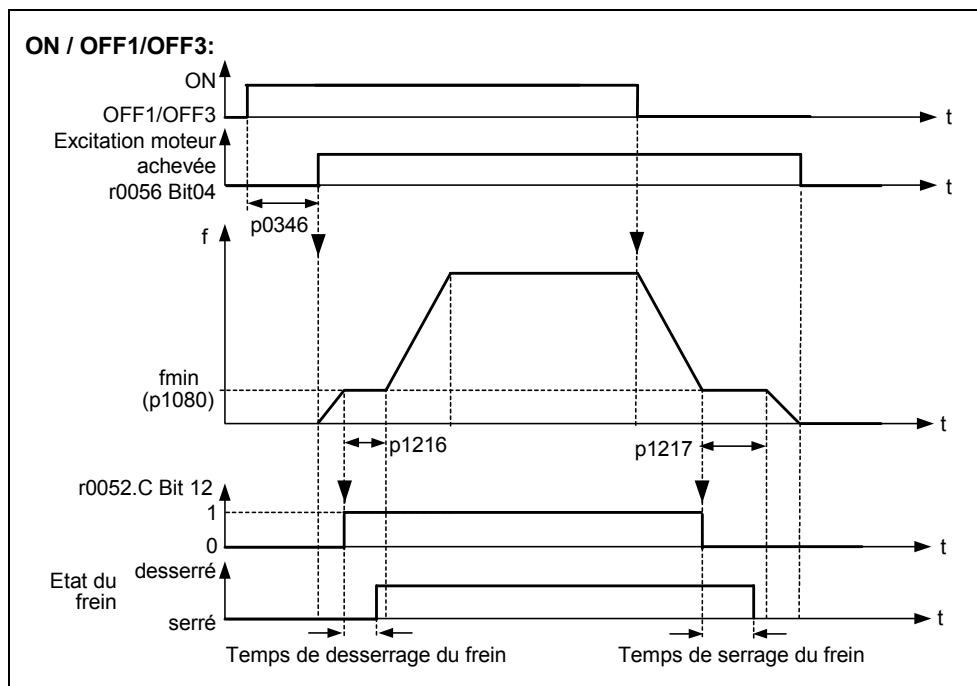
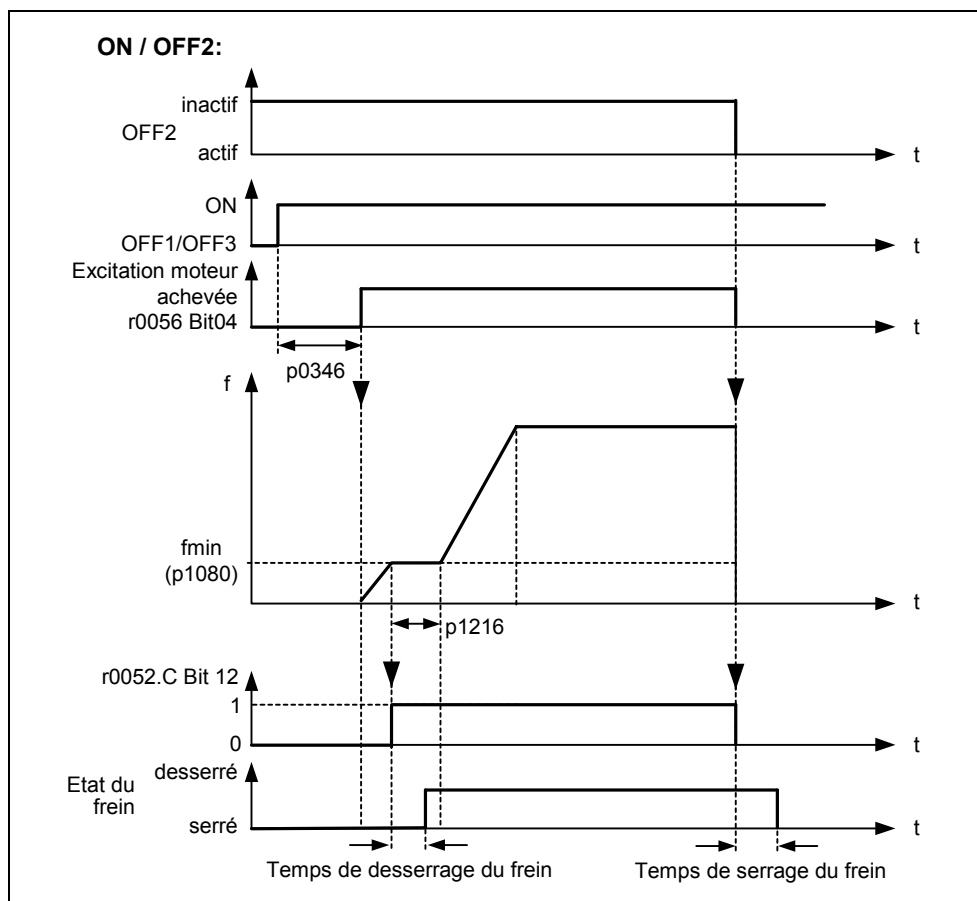

Figure 3-68 Frein de maintien du moteur après MARCHÉ/ARRET1
Figure 3-69 Frein de maintien du moteur après ARRET2
Avant de desserrer le frein, le blocage des impulsions doit être levé et un courant doit être injecté qui maintient l'entraînement dans la position actuelle. Le courant injecté est défini à travers la fréquence minimale P1080. Une valeur typique pour cette application est le glissement nominal du moteur r0330. Afin de protéger le frein de maintien du moteur d'une détérioration durable, le moteur ne doit être remis en marche qu'après le desserrage du frein (temps de desserrage du frein de 35 ms à 500 ms). Cette temporisation doit être prise en compte dans le paramètre P1216 "temporisation au déblocage du frein de maintien" (voir Figure 3-68).
Le serrage du frein de maintien du moteur est initié par ARRET1 / ARRET3 ou par ARRET2. Sur ARRET1/ARRET3, la fréquence minimale P1080 est appliquée au moteur jusqu'à ce que le frein soit en prise (délais de serrage du frein de 15 à 300 ms). Cette durée est spécifiée dans le paramètre P1217 "temps de maintien après descente" (voir Figure 3-68). Si par contre un ordre ARRET2 est transmis, le signal d'état r0052, bit 12, "frein de maintien du moteur actif" est remis à zéro indépendamment de l'état du variateur. Autrement dit, le frein est serré immédiatement après ARRET2 (voir Figure 3-69).
- Pour le serrage / desserrage, la sortie TOR commande le frein de maintien du moteur au point 1/2 (voir Figure 3-68). Comme condition préalable, le frein de maintien du moteur P1215 doit être activé et sélectionné pour la sortie TOR.